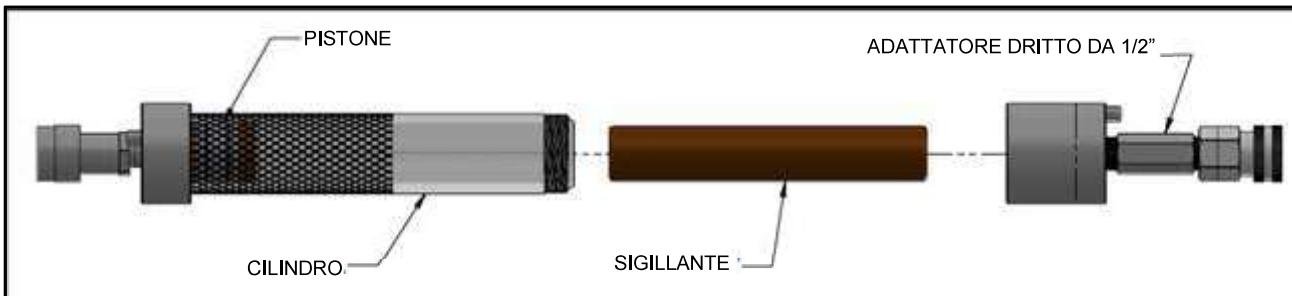

Figura 8
3.) Una volta che il pistone è stato spinto fino al fondo del cilindro, inserire il sigillante selezionato. Avvitare l'adattatore dritto da 1/2". Procedere all'iniezione del sigillante. Quando il cilindro è vuoto, ripetere i passaggi 2 e 3 per caricare altro sigillante (Vedi Figura 8)